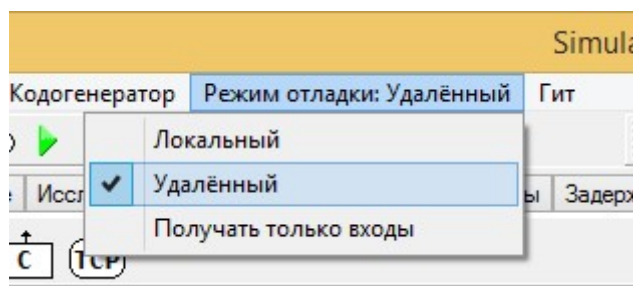

Рисунок 19 – Активация режима «Удаленный» в главном меню
13. Перейдем в SimInTech. В меню «**Режим отладки**» устанавливаем режим «**Удаленный**» (Рисунок 19).